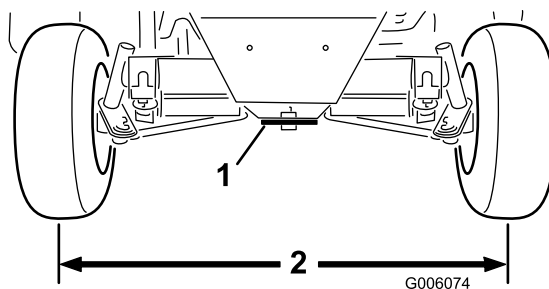

Figura 67
2. Regolate entrambi i tiranti finché la distanza da centro a centro sulla parte anteriore e posteriore delle ruote posteriori non è identica (Figura 67).